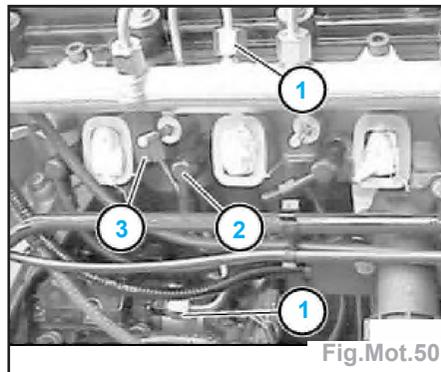
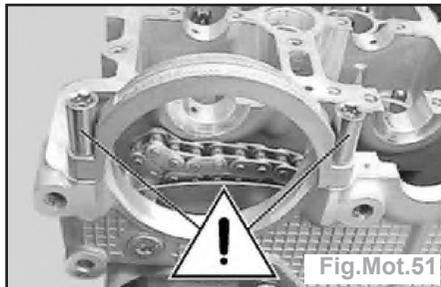

Fig.Mot.50
Fig.Mot.51
- Débrancher le connecteur (2).
- Débrancher la conduite de retour du carburant (3).
- Dévisser les écrous-raccords (1) (Fig.Mot.50).
- Débrancher tous les connecteurs (2).
- Déposer le silentbloc caoutchouc (3).
**Attention** : ne pas desserrer ces vis (Fig.Mot.51).
- Faire attention au bon positionnement du silentbloc caoutchouc (3) (Fig.Mot.50).